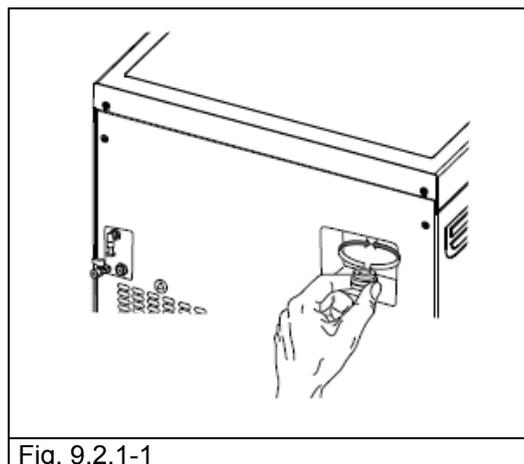

Fig. 9.2.1-1
2. Aflojar en sentido antihorario el tapón (Fig. 9.2.1-1), situado en la parte superior de la válvula, hasta alcanzar el tope y el deslizamiento en vacío.